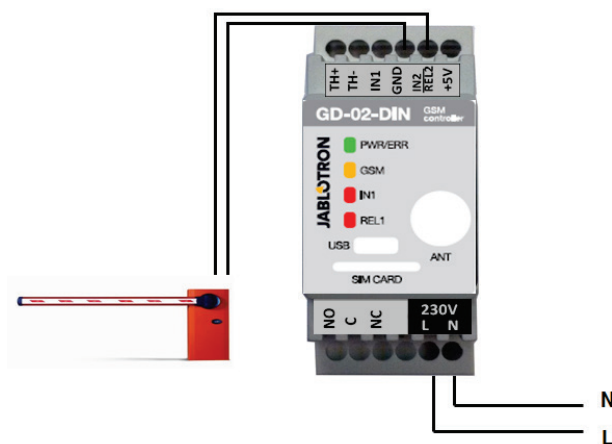

Figure 2: GD-02-DIN en tant que contrôleur de barrière.
- L'application nécessite la connexion d'un contact à la sortie REL2 / GND et à l'entrée de faible tension d'un portail contrôlé (Figure 2).